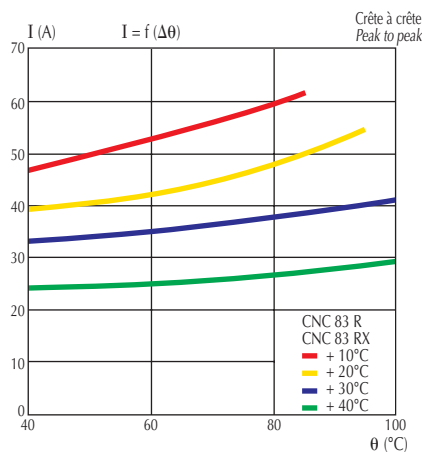

Fig. 59 Intensité admissible en fonction de la température d'essai initiale (convection naturelle).
- la température ambiante (fig. 59), la baisse de la résistance série lorsque la température croît autorisant alors des intensités plus élevées pour un même échauffement.
- ambient temperature (figure 59), the series resistance drops with temperature enabling higher current for a similar temperature rise.